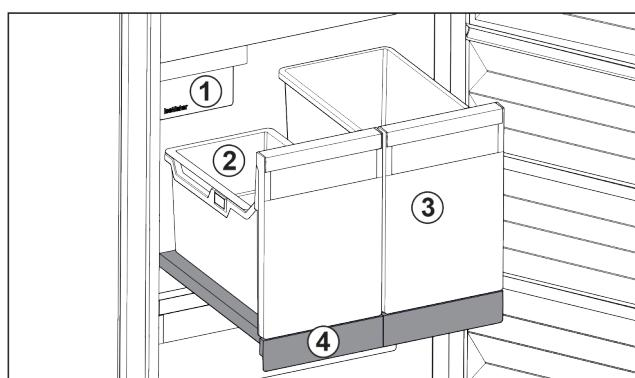

Fig. 28 Изтегляща се дъска с IceTower
Върху изтеглящата се дъска има два високи съда (IceTower). В съда Fig. 28 (2) се събират и съхраняват ледени кубчета от IceMaker. Съдът Fig. 28 (3) е подходящ за съхранение на високи хранителни продукти като пици или алкохолни напитки.